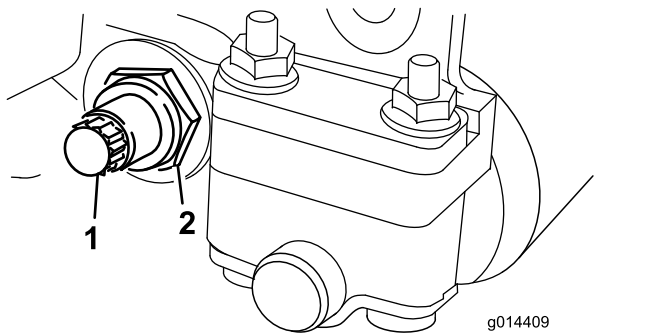

图22
3. 在机器的另一侧，松开固定底刀架螺栓（图22）的锁紧螺母。
4. 拆下两个底刀架螺栓，向下拉动底刀架并从滚刀组上拆下来（图22）。